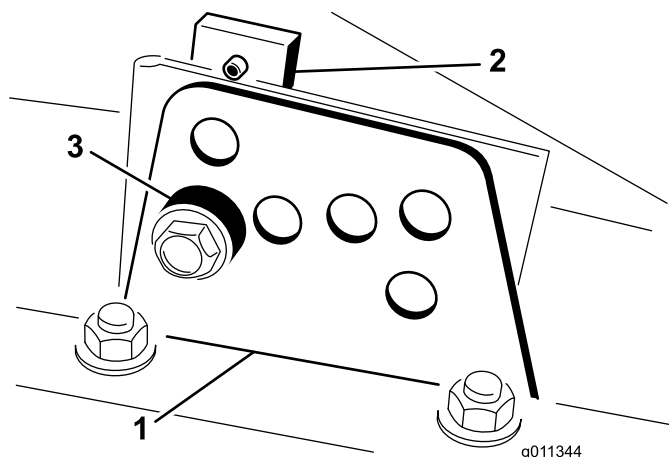

Рисунок 18
2. Ослабьте болт крепления каждого кронштейна высоты скашивания к пластине регулировки высоты скашивания (с передней и каждой боковой стороны) (Рисунок 18).